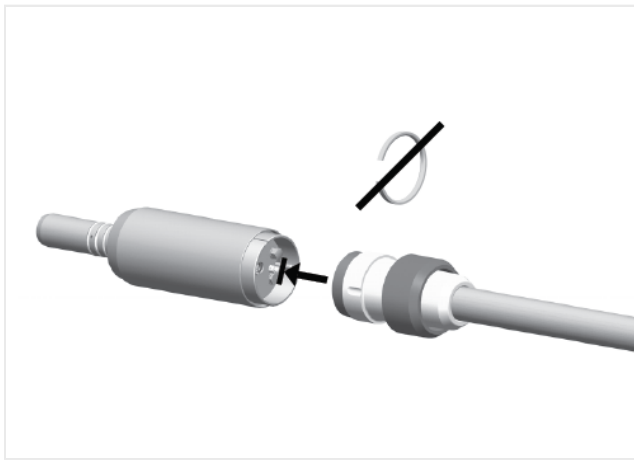

FIG. 2
2. Conectați (fără inelul despărțitor) motorul la furtunul propriu conform imaginii FIG. 2.